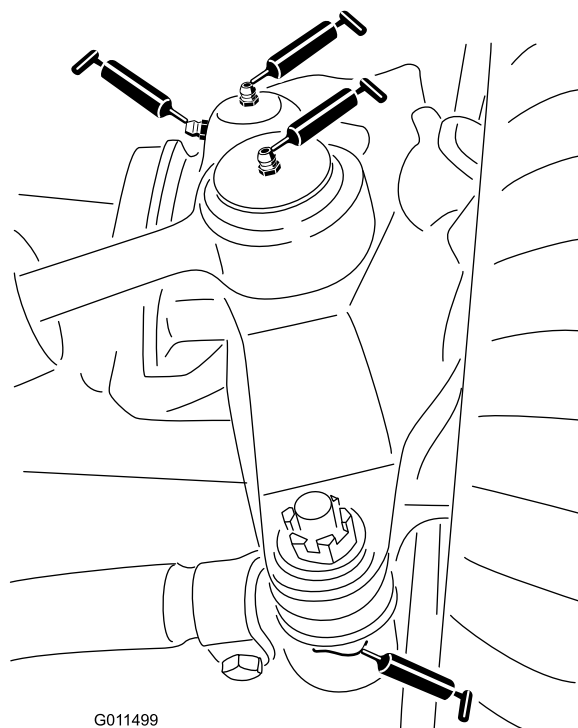

Figura 64
- Duas rótulas esféricas do cilindro da direção (Figura 64)
- Duas rótulas esféricas da barra de ligação (Figura 64)
- Dois casquilhos do pino principal (Figura 64).